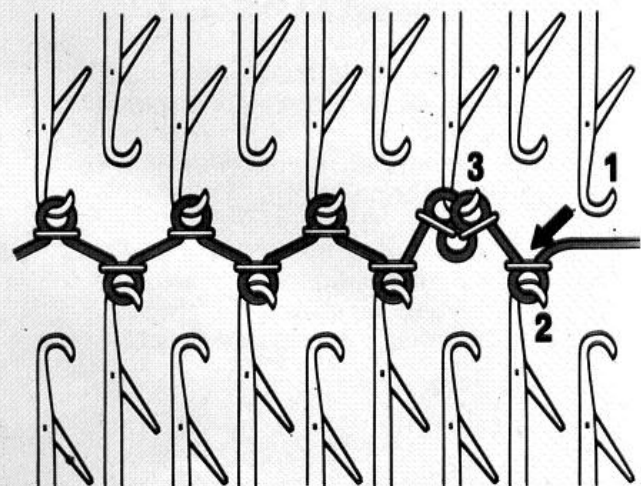

Fig. 47
- Transférer la maille de l'aiguille (1) sur l'aiguille (2) (fig. 47).
- Mettre l'aiguille (1) en position A « Repos ».